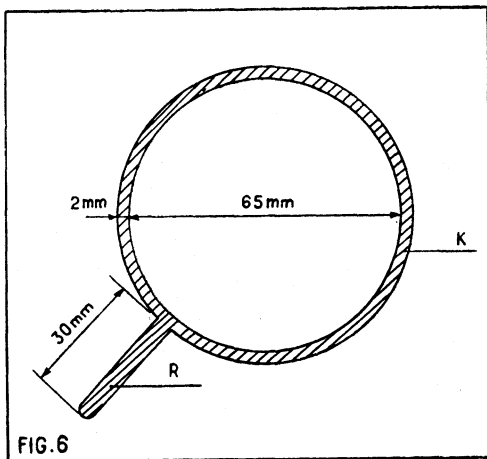

FIG. 6
La cellule nue est présentée figure 4. C'est un disque de 67 mm de diamètre, et très plat (2 mm d'épaisseur environ). La pièce principale de notre boîtier est constituée par une boîte en matière plastique ayant 67 mm de diamètre intérieur. Nous avons utilisé une boîte vide ayant contenu un ruban de 13 mm pour machine à écrire. Par ses dimensions et sa nature (matière plastique), la dite boîte convient à la perfection. En son centre et à l'intérieur, on perce un trou de 3 mm de diamètre. Dans ce trou, on fixe une borne (F) à l'aide d'une vis à métaux en cuivre, de 3 x 15, avec ses deux écrous, également en cuivre. A l'intérieur de la boîte, et sous un écrou de la borne F, on fixe une petite bande de cuivre de 2/10 d'épaisseur maximum, et écrou (de façon qu'elle soit très élastique). Au préalable, on la nettoie parfaitement avec de la toile d'émeri fine, et on lui donne la forme d'un U (comme indiqué en G sur la figure 5). Cette bande de cuivre, entrera en contact ferme, tout en demeurant doux, sur la face postérieure de la cellule. Afin de pouvoir orienter la cellule dans toutes les directions, de manière qu'elle soit apte à capter le maximum de lumière lors de son utilisation... Nous avons monté ce boîtier sur un ancien détecteur à galène (H). La seule petite modification à apporter à ce détecteur est de remplacer son chercheur par une cosse à souder à trou de 3 mm (E), soudée elle-même au bras du détecteur, et fixée par son trou sous la borne F. Le détecteur H est fixé sur une petite planchette en matière isolante (bakélite, fibre, etc.) (J). Dans du cuivre de 2/10 d'épaisseur maximum, et écrou, on découpe une pièce conforme à la représentation de la figure 6 (K et R). Une fois réalisée, cette pièce devra être soigneusement nettoyée avec de la toile d'émeri fine. La partie K de cette pièce viendra en contact franc avec le collecteur (D) de la cellule photo-électrique. Sa languette (R), constitue le pôle négatif (—) de la cellule. On connecte électriquement la dite languette à une borne fixée sur la planchette (J) comme nous-mêmes nous
Nous avons découpé ce disque (P) dans un coffret ayant contenu du bouillon en cubes ! Pour mieux faire, au point de vue « aspect », nous avons biseauté le bord de ce disque (Q). Cette opération demande très peu de temps, et est très facile à réaliser à la meule, car le plexiglas est un matériau tendre. Dans le boîtier, on fait une petite encoche à la lime, afin d'y passer la languette R de la pièce de la figure 6. Une fois tous les éléments en place (pièces K, R, P, L, G, etc.), vérifier à l'aide d'un milliampèremètre de 0 à 4 millis, le bon fonctionnement de la cellule (fig. 3).